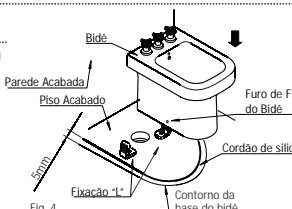
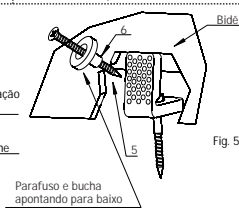

Fig. 4
Fig. 5
5 Para esta operação o local deve estar isento de umidade e poeira. Aplicar um cordão fino de silicone antimofo a uma distância de 5mm da linha de contorno da base do bidê. (Fig. 4)
7 Aproxime o bidê da parede de modo que os furos nas laterais da louça coincidam com os suportes "L" e pressione-o contra o piso (efetuar esta operação com a ajuda de outra pessoa). Fig. 4. Com o bidê na posição, fixá-lo com a bucha plástica e o parafuso de fixação lateral (itens 4 e 5) e colocar os acabamentos (item 6). Fig. 5. Obs: Para melhor fixação da louça no piso, encaixar a bucha (item 4) no parafuso (item 5) e rosqueá-los apontados para baixo. Fig. 6. Remova o excesso de silicone da base externa do bidê.